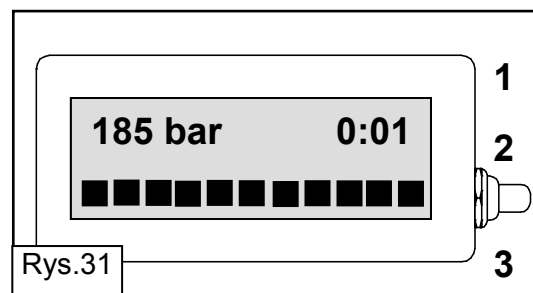

Rys.30
5.9. Kontrola gotowości do użycia (rys.30).